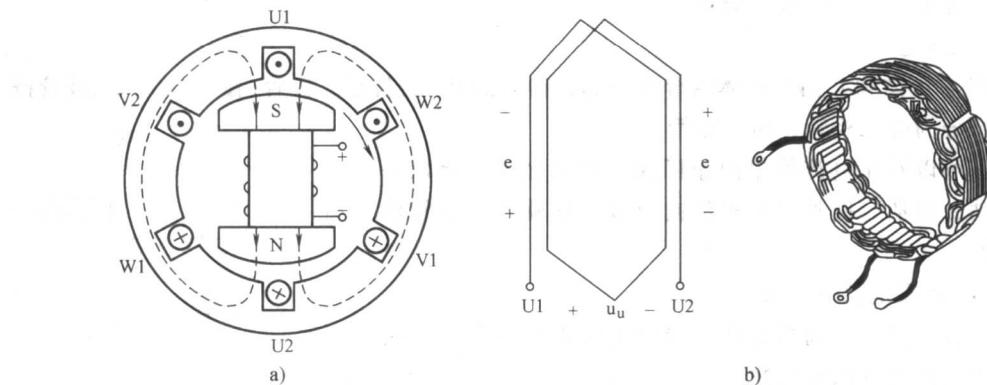

图 1-14 三相交流发电机的原理图
1. 结构原理 图 1-14 是三相交流发电机的原理图。它的主要组成部分是电枢和磁极。